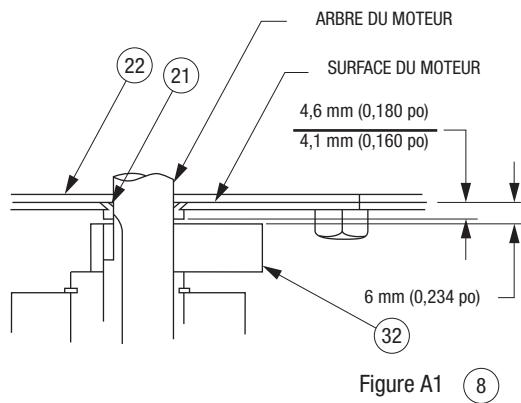

Figure A1 (8)
Lors du remontage du moteur, consulter la figure A1 pour la dimension de la portée du joint de surface. Consulter aussi cette figure pour régler la position verticale du contrepoids (32).